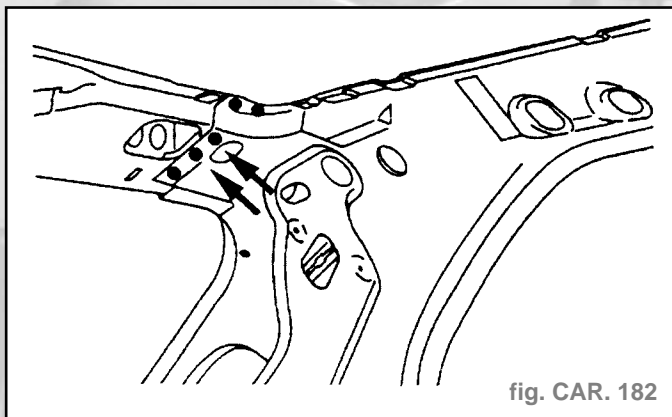

fig. CAR. 182
- Souder par points bouchons au MIG (fig. CAR 182).